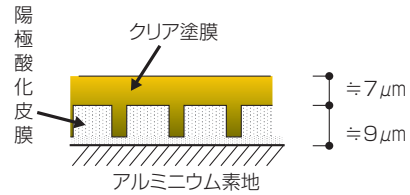

図2 複合皮膜（陽極酸化皮膜＋クリア塗装）断面構成例
クリア塗材は上記②に該当します。このクリア塗膜の膜厚は $7\mu\text{m}$ 程度です（図2）。